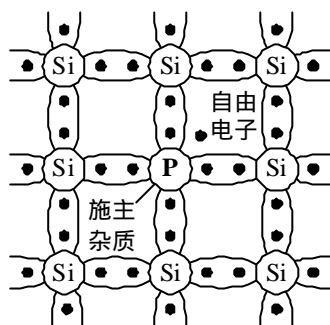

图 1-5 硅晶体中掺入磷元素
(1) **N 型半导体** 若在四价的硅(或锗)晶体中掺入少量五价元素磷(P),晶体点阵中磷原子就会占据某些硅原子原来的位置,如图 1-5 所示。磷原子中的 5 个价电子只有 4 个能够和相邻的硅原子组成共价键结构,余下的一个电子因不受共价键的束缚,容易挣脱磷原子核的吸引而成为自由电子。于是自由电子数目大量增加,自由电子导电成为这种半导体的主要导电方式,故称其为电子型半导体或 N 型半导体。N 型半导体中,由于自由电子数远大于空穴数,因此自由电子是多数载流子(简称多子),空穴是少数载流子(简称少子)。由于磷原子是施放电子的,故称磷为施主杂质。